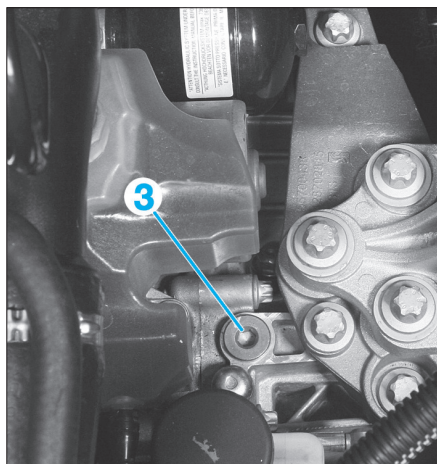

Fig. 2
- Déposer le bouchon de remplissage (3) (Fig.2).